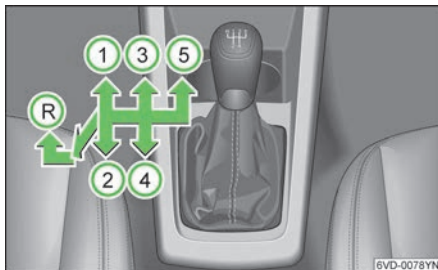

图 91
- ▶ 向下按压换挡杆手柄，然后拨到左侧，最后把换挡杆向前挂入倒档位置» 图 91。